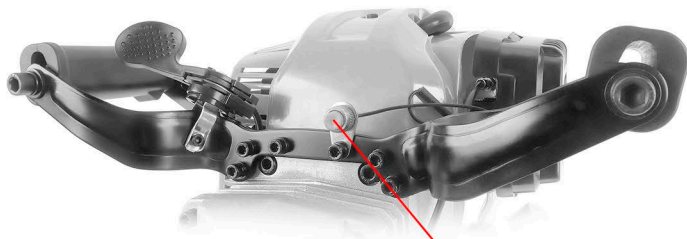

Рис.5
2. После этого нажмите кнопку остановки двигателя и не отпускайте пока двигатель не заглохнет (Рис. 5)